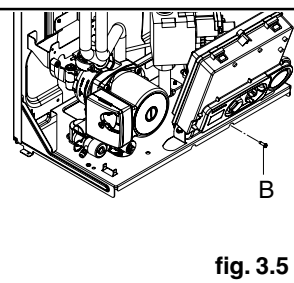

fig. 3.5
- svitare le viti di fissaggio (B) del cruscotto (fig. 3.5)